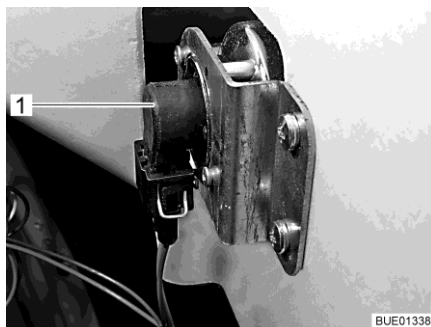

Bild 214 Körriktningsvisare
- Greppa tag bakom lamphållaren (Bild 214,1).